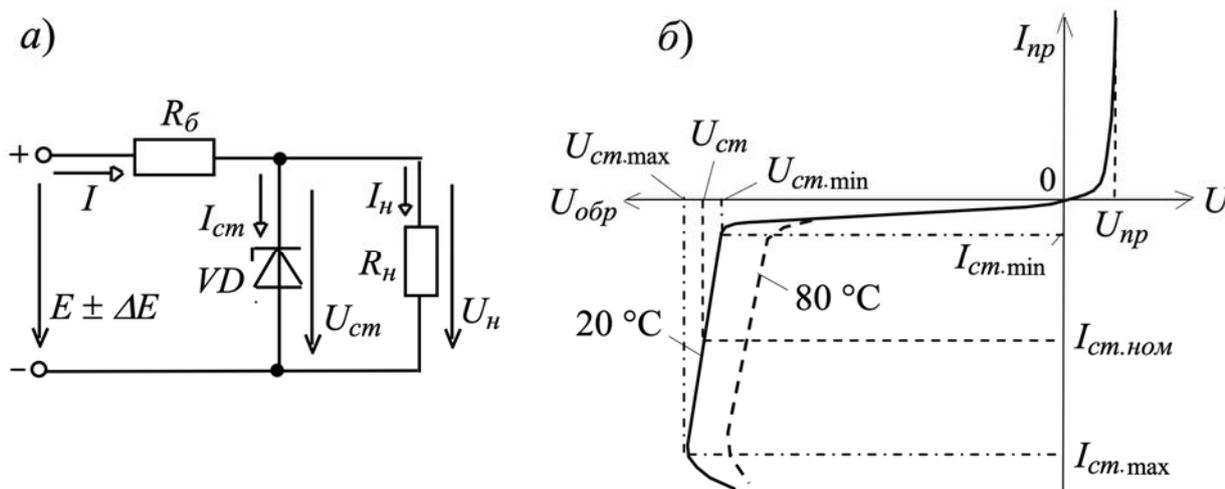

Рисунок 7.2 – Параметрический стабилизатор (а) и статическая вольт-амперная характеристика (б) стабилитрона
*Стабилитрон* – это сильно легированный кремниевый диод, на котором напряжение сохраняется с определенной точностью при изменении протекающего через него тока в заданном диапазоне. Стабилитроны в основном используют в параметрических стабилизаторах напряжения (рисунок 7.2, а), в которых максимальное напряжение на нагрузке  $U_n$  ограничено некоторой заданной величиной.
Рабочим участком ВАХ стабилитрона  $VD$  является участок обратной ее ветви, соответствующий области обратного электрического пробоя  $p-n$ -перехода (рисунок 7.2, б) и ограниченный минимальным  $I_{ст.min}$  и максимальным  $I_{ст.max}$  значениями тока.
изменяется в основном напряжение  $\pm U_{\delta} = R_{\delta}I$  на балластном резисторе, где входной ток  $I = I_{ст} + I_n$  (см. рисунок 7.2, а).
7.2.5 На основании заданного преподавателем типа стабилитрона, параметров источника входного напряжения ( $E_{min}$ ,  $E_{max}$ ), параметров нагрузки ( $U_n$ ,  $R_n$ ) необходимо рассчитать сопротивление балластного резистора  $R_b$  (см. рисунок 7.2). Заполнить таблицу 7.2.